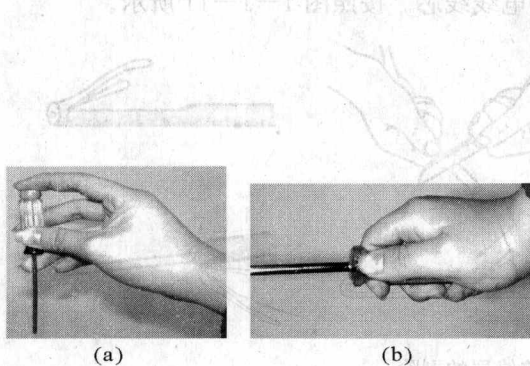

图 1-1-7 螺丝刀操作
1. 请出说图 1-1-7 所示螺丝刀的使用操作是否合理，为什么？